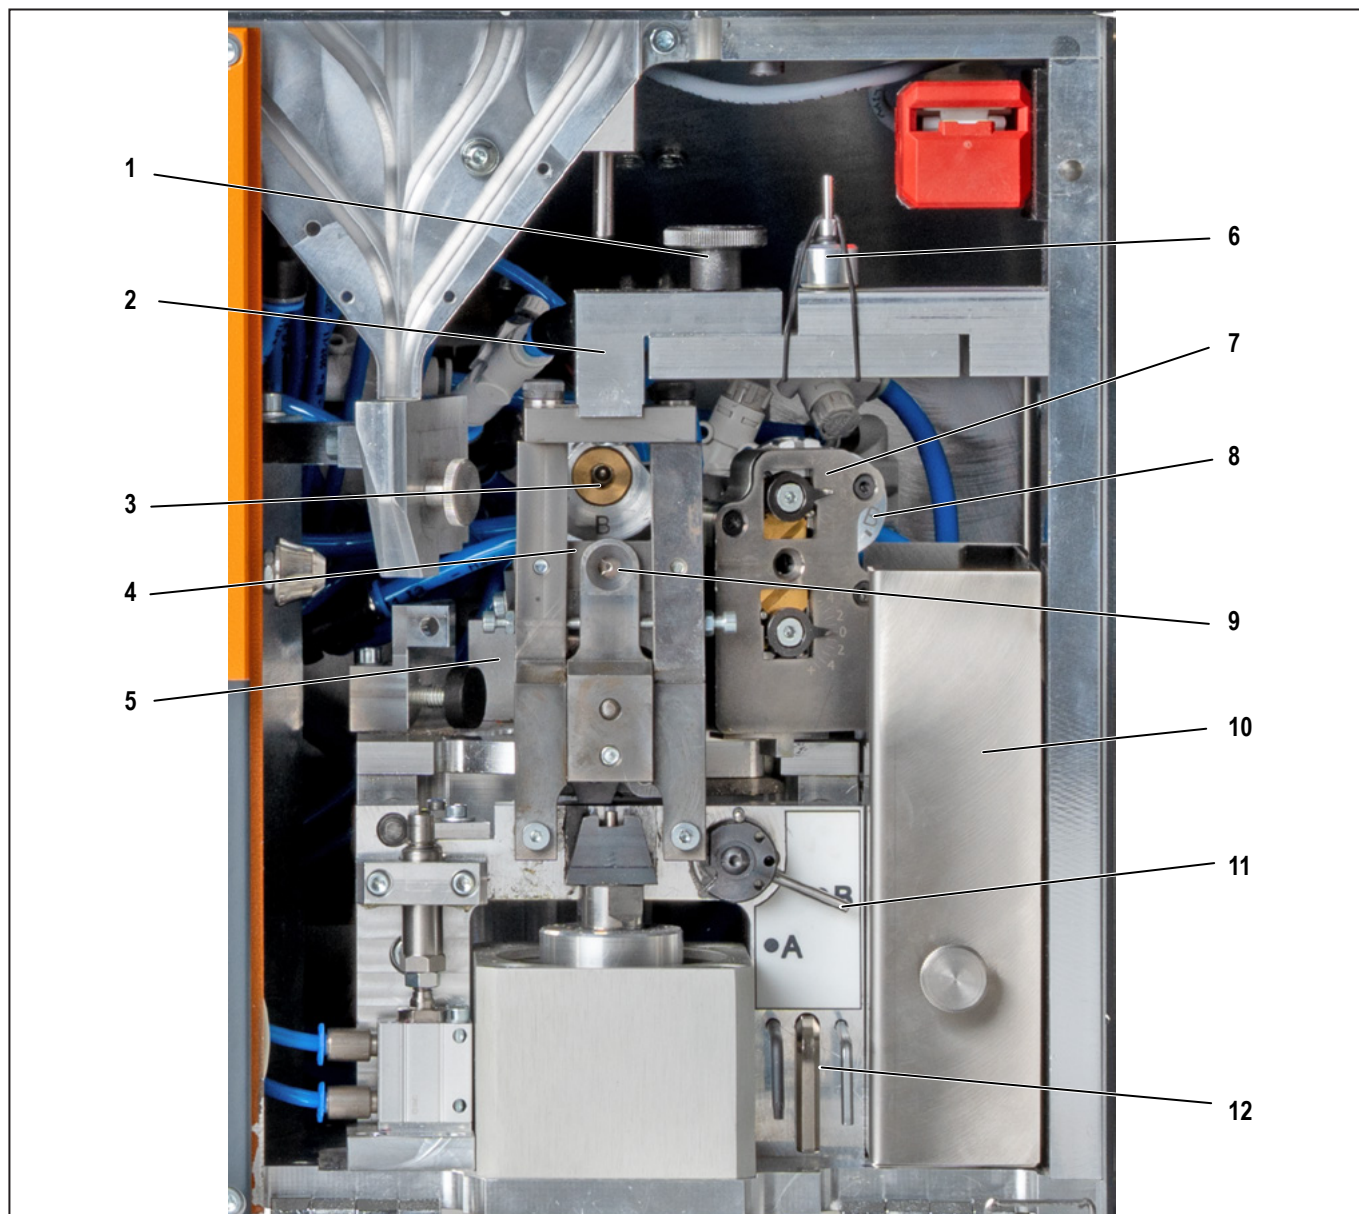

Figure 3.3 Vue intérieure
- Placer la broche de fixation de petit diamètre dans l'ouverture inférieure de l'unité de transport. La broche de fixation se trouve à l'intérieur de la machine (voir Figure 3.3, 6).